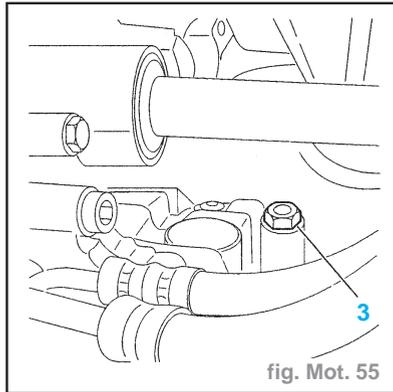

fig. Mot. 55
- Vidanger le moteur en déposant le bou- chon (3) (fig. Mot. 55).